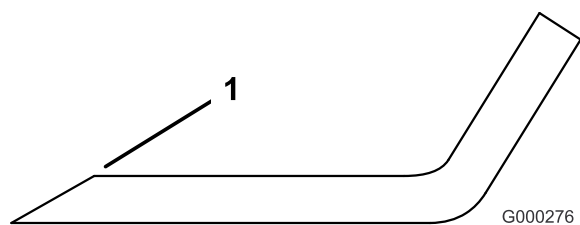

Figure 88
3. Examinez les tranchants de toutes les lames et aiguiser les s'ils sont émoussés ou ébréchés. N'aiguiser que le haut du tranchant et conservez l'angle de coupe d'origine pour obtenir une coupe nette (Figure 88). Limez la même quantité de métal sur chacun des deux tranchants pour ne pas déséquilibrer la lame.